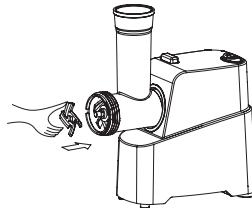

рис. 3
3. Поместите нож на шnek плоской стороной в направлении, противоположном от шнека, как указано на рис. 3.